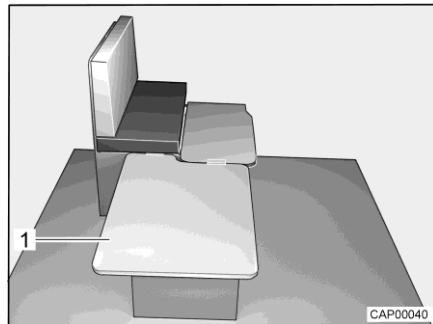

Fig. 76 Durante la trasformazione
- Agganciare la tavola di rinforzo (Fig. 76,1) lateralmente sui sedili e posizionarla sul tavolo.